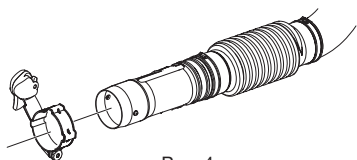

Рис. 4
- Ослабьте крепление держателя рукоятки и наденьте держатель на трубку (Рис. 4).